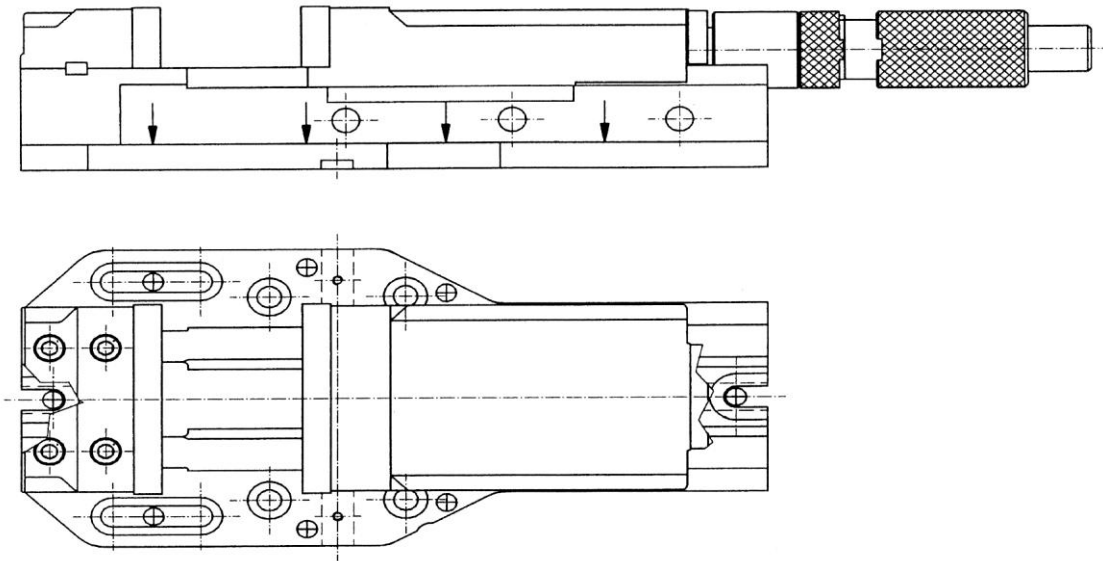

Abb. 3. Empfohlene Schraubstockbefestigungspunkte am Maschinenwerkzeuggestisch mit Befestigungsschrauben und Druckösen.
- b) Wenn höhere Präzision der Bearbeitung notwendig ist (Verminderung der Versetzung eines Werkstücks infolge der Körperdeformierung), es wird empfohlen, um zusätzliche Druckösen in auf der Abb. 3 gezeigten Stellen anzuwenden.